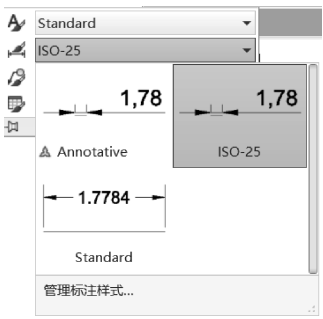

图 9-6 “标注样式”
- 功能区：选择“默认”选项卡→“注释”面板→“标注样式”下拉列表框→“管理标注样式”命令，如图 9-6 所示。